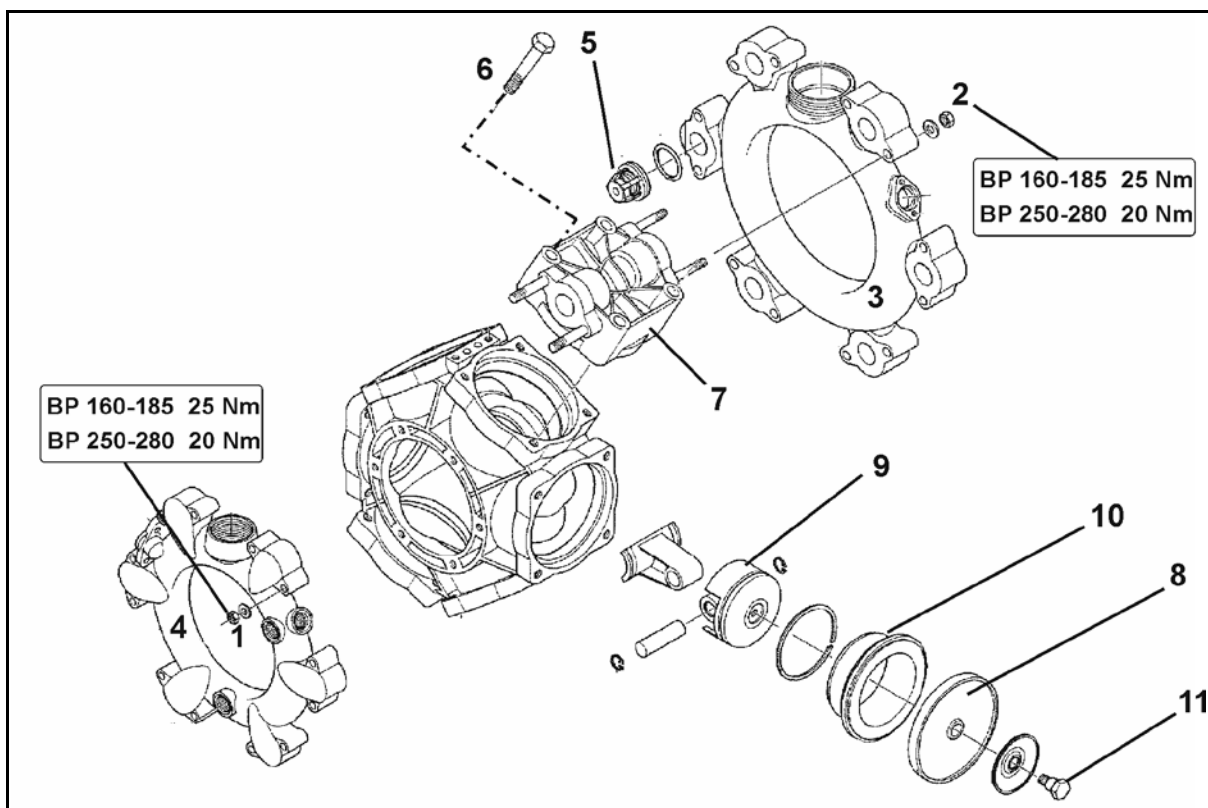

Fig. 186
Skoddets fastgørelse skal kontrolleres fra tid til anden (Fig. 186/7).
- Hertil skal skoddet trykkes så langt ind i dyseholderen (Fig. 186/2) som det er muligt, med et moderat tryk med tommelfingeren.
- Monter dysefiltret (Fig. 186/1) i dyseholderen nedefra (Fig. 186/2).
- Dysen (Fig. 186/3) sættes ind i bajonetmøtrikken (Fig. 186/4).
- Montering af gummipakning (Fig. 186/5) over dysen.
Aflejringer i membransædet (Fig. 186/6) er årsagen, hvis dysen **ikke** drypper, efter at bommen er koblet fra. Membranerne skal så rengøres på følgende måde:
- Skoddet (Fig. 186/7) trækkes ud af dyseholderen (Fig. 186/2) i retning mod bajonetmøtrikken.
- Fjederelement (Fig. 186/8) og membran (Fig. 186/9) h tages ud.
- Membransædet (Fig. 186/6) rengøres.